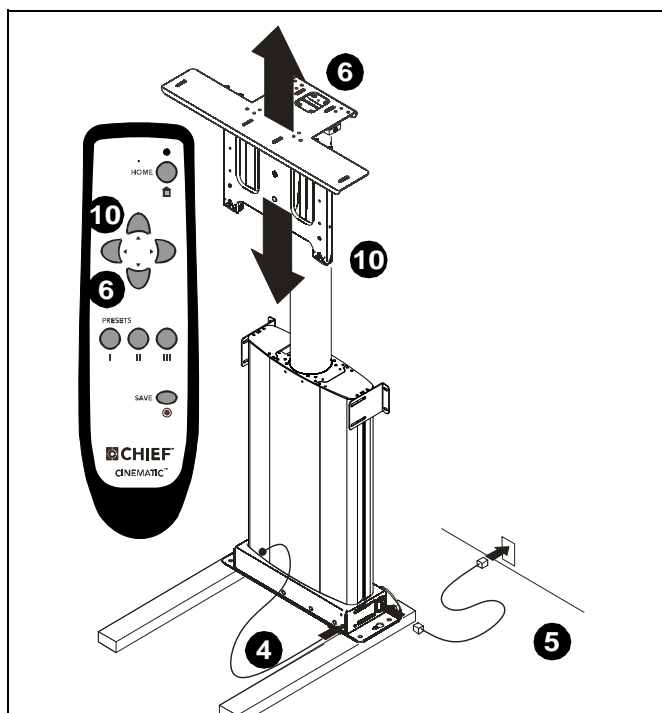

рис. 3
4. Установите ИК-приемник. (см. рис. 3)
6. С помощью пульта дистанционного управления поднимите устройство подъема, чтобы контргайки на задней части лицевой панели стали доступны. (см. рис. 3)
10. С помощью пульта дистанционного управления опустите устройство подъема до остановки. (см. рис. 3)
11. Поднимите устройство подъема, следуя инструкциям, приведенным в действии 6. (см. рис. 3)